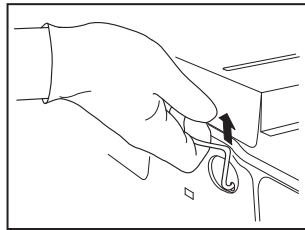

Fig. 2
2. Soulevez la poignée comme illustré à la Fig. 2